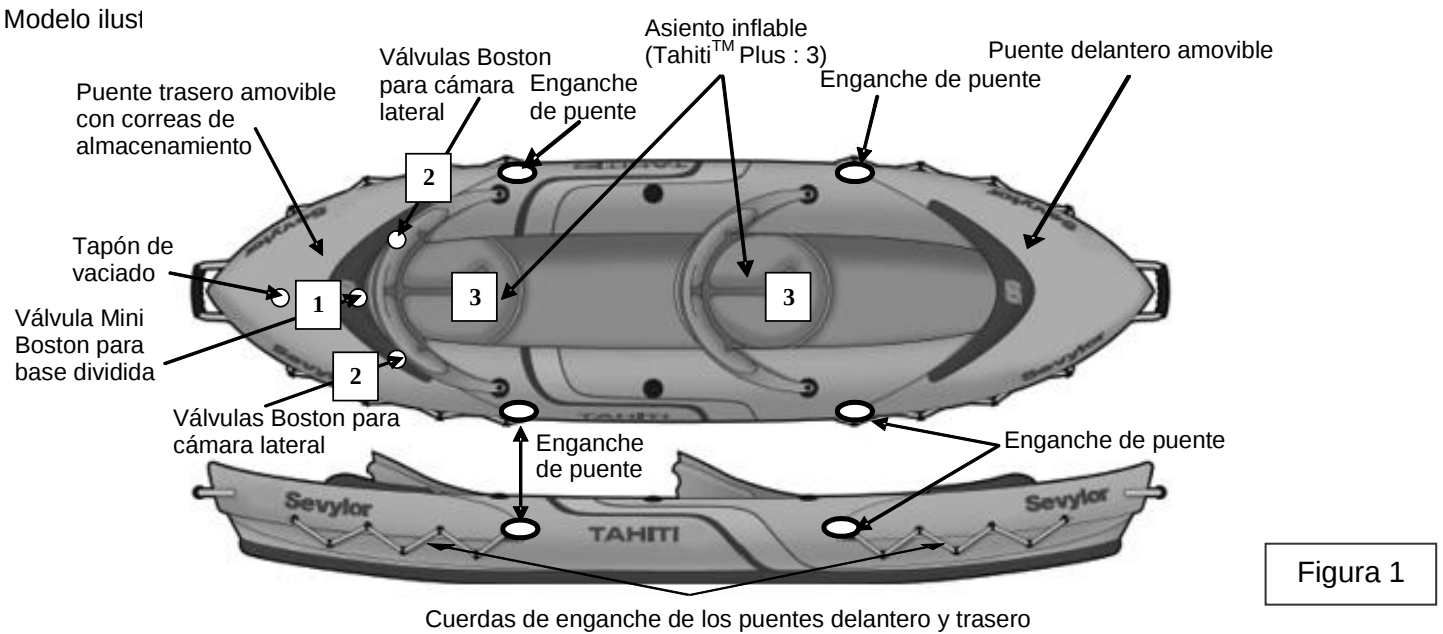

Figura 1
- a) Válvula(s) Boston (ver ilustración): para hinchar, quite el tapón de la válvula (1) ; enrosque el cuerpo de la válvula (2) en la base de la válvula (3), sobre el flotador ; verifique que el tapón sigue siendo accesible. Inserte la extremidad del tubo del hinchador en la válvula. Hinche el flotador hasta la presión requerida (ver punto 3). Al terminar el inflado, cierre la(s) válvula(s) con el tapón. **NOTA:** es normal comprobar un ligero escape de aire antes de apretar el tapón de una válvula. **Únicamente los tapones aseguran la ESTANQUEIDAD FINAL.**
3. Hinche el producto siguiendo el orden de hinchado indicado en la placa de identidad imprimida sobre el producto (referirse también la figura 1, numeración de las válvulas).